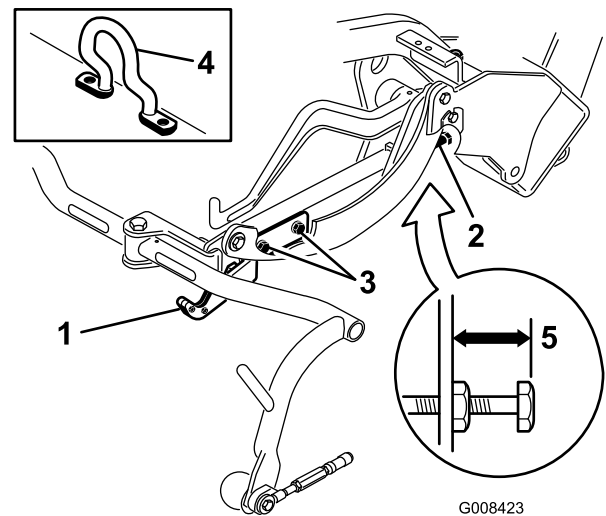
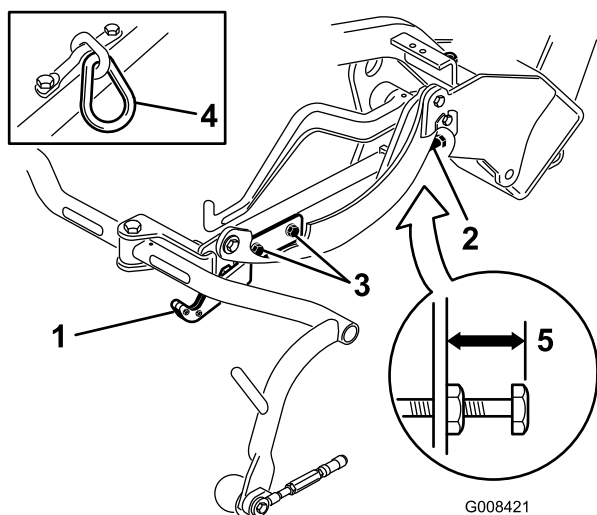
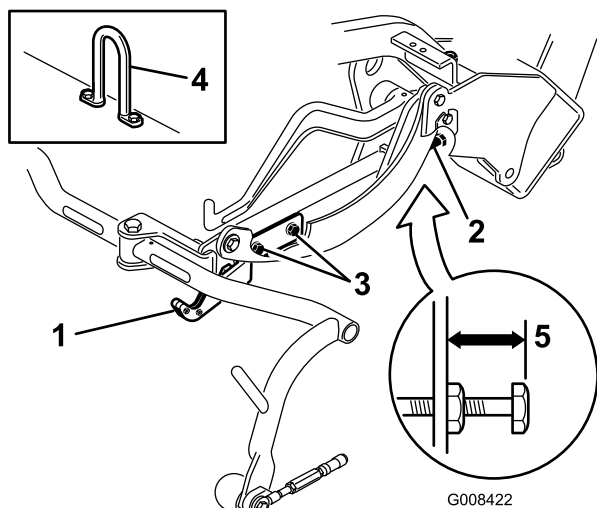

Figure 12
Figure 13
Figure 14
Vérifiez la hauteur de transport (Figure 13 et Figure 14) et ajustez-la au besoin.
2. Sur les plateaux de coupe équipés d'un crochet de levage décentré (Figure 12, détails), vérifiez qu'un espace de 25 mm existe entre le haut de la vis de réglage du bâti porteur et l'arrière du bâti porteur. Si l'espace n'est pas correct, passez à l'opération 4.
3. Sur les plateaux de coupe équipés d'un maillon de chaîne ou d'un crochet de levage droit (Figure 13 et Figure 14, détails), vérifiez qu'un espace de 22 mm existe entre le haut de la vis de réglage du bâti porteur et l'arrière du bâti porteur. Si l'espace n'est pas correct, passez à l'opération 4. Si le plateau de coupe est équipé d'un crochet de levage décentré (Figure 12), passez à l'étape suivante.
4. Desserrez les vis de la plaque de transport (Figure 13, Figure 14 et Figure 12).
7. Si les bâtis porteurs ne sont pas tous à la même hauteur, desserrez l'écrou de blocage de la vis de réglage sur chaque bâti (Figure 12, Figure 13 et Figure 14). Tournez la vis vers l'extérieur pour élever le bâti ou vers l'intérieur pour l'abaisser. Serrez l'écrou de blocage une fois la hauteur correcte obtenue.